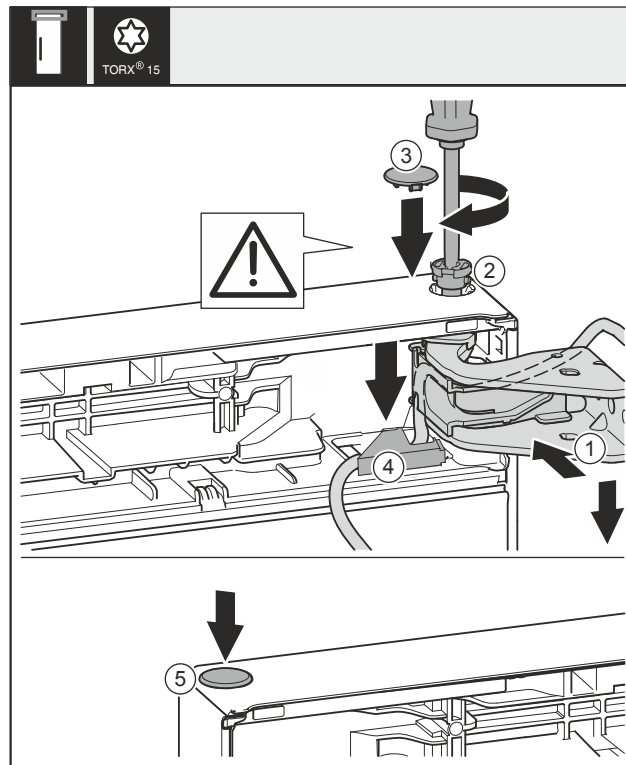

Fig. 31
- Aligner la porte en haut sur l'ouverture du support de palier Fig. 31 (1).
- Insérer l'axe Fig. 31 (2) et le serrer avec un tournevis.
- Monter le cache de fixation pour sécuriser la porte : mettre le cache de fixation Fig. 31 (3) en place et vérifier qu'il repose bien sur la porte. Sinon, insérer complètement l'axe.
- Mettre le cache Fig. 31 (4) en place et le pousser vers le bas jusqu'à ce qu'il s'enclenche.
- Mettre le cache Fig. 31 (5) en place.